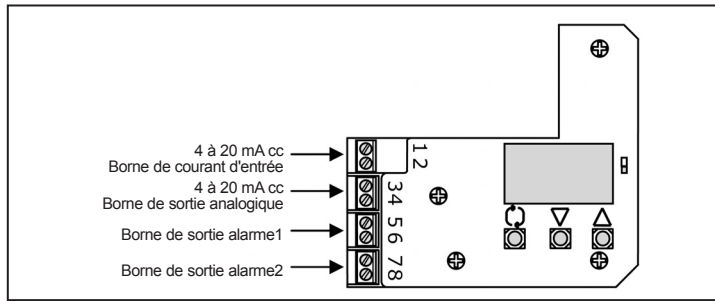

Fig. 9
- Raccordez le câblage de courant d'entrée depuis un appareil de mesure de réglage (contrôleur) et chaque câblage de sortie comme l'indique la Fig. 9.